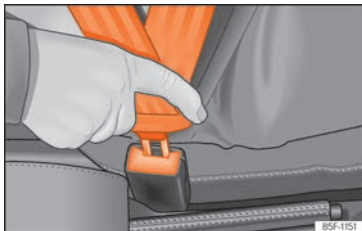

**Fig. 10** Insertar la lengüeta del cinturón de seguridad en su cierre.
- Encastre la lengüeta en el cierre del asiento correspondiente » » » **fig. 10**.